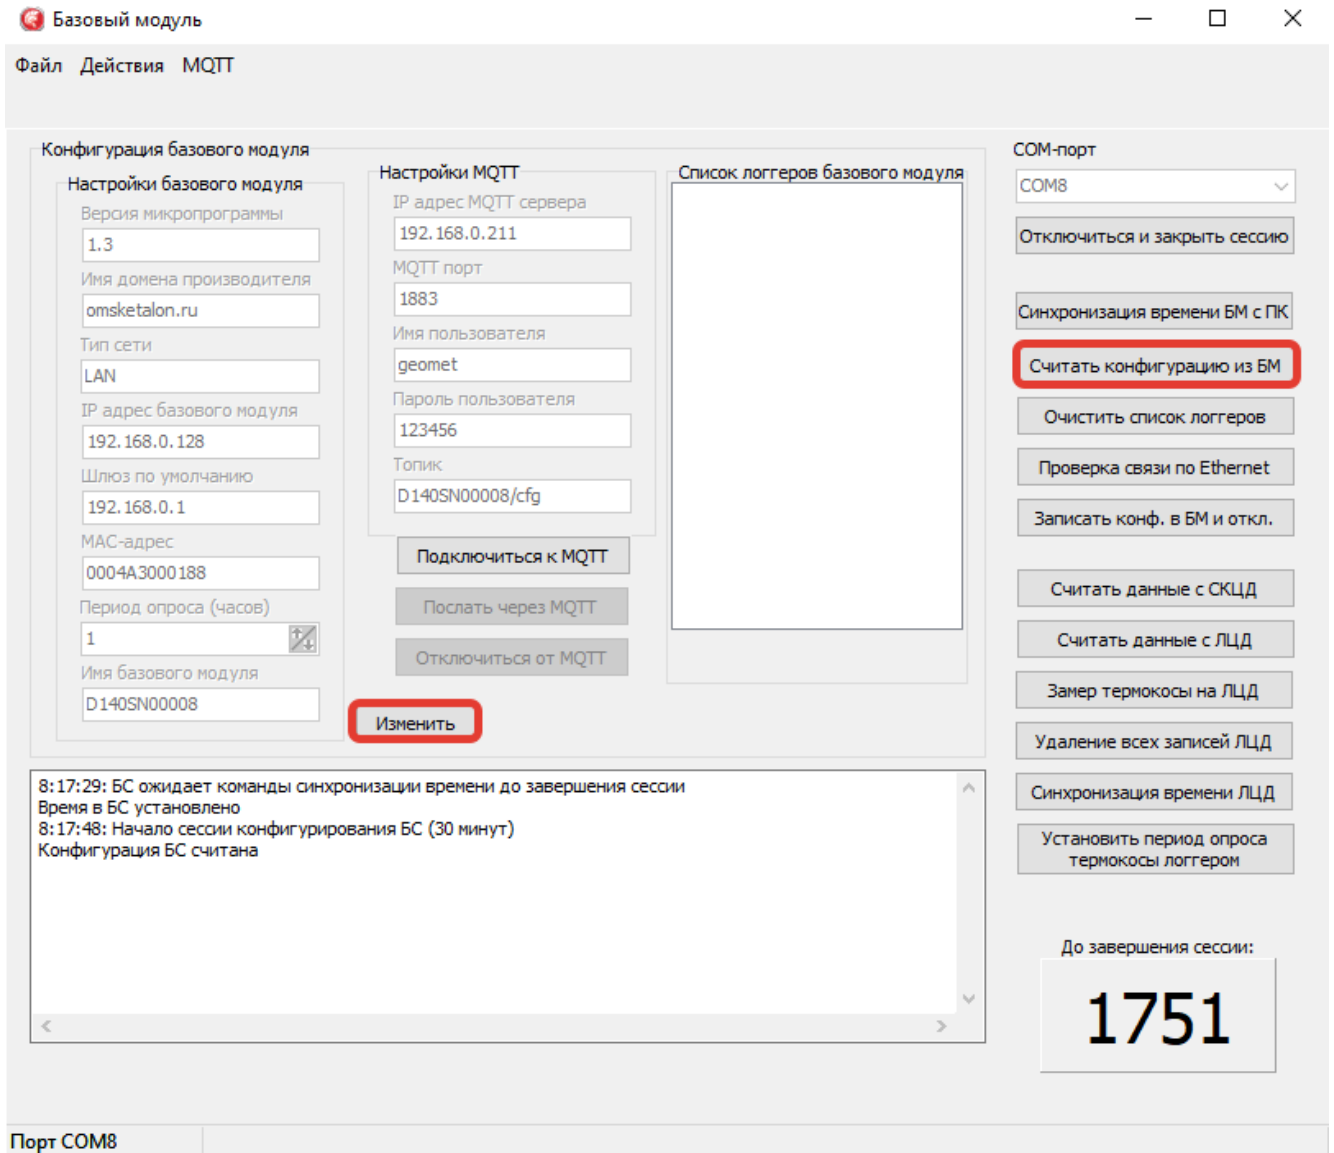

Рисунок 4
2.5.2.3 Нажать кнопку «Считать конфигурацию из БМ» (рисунок 4), после чего поля области «Конфигурация базового модуля» будут заполнены текущими настройками.